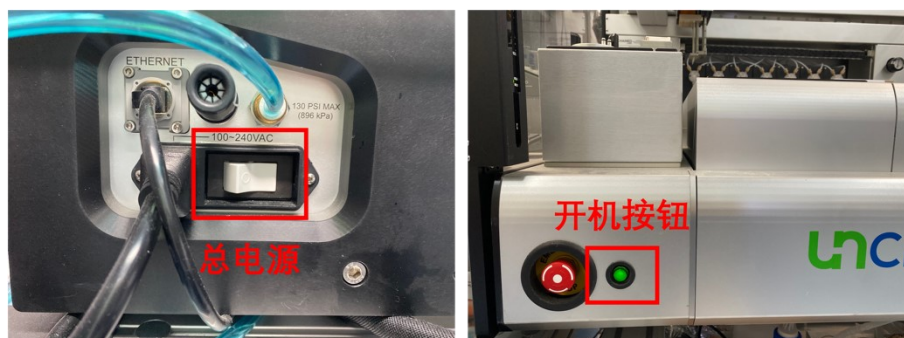

图 6-4-1
- 1) 打开仪器总电源开关, 位于仪器左侧靠后位置 (图 6-4-1 左侧白色开关)。
- 2) 点击开机按钮, 位于仪器正面左下角 (图 6-4-1 右侧绿色按钮)。